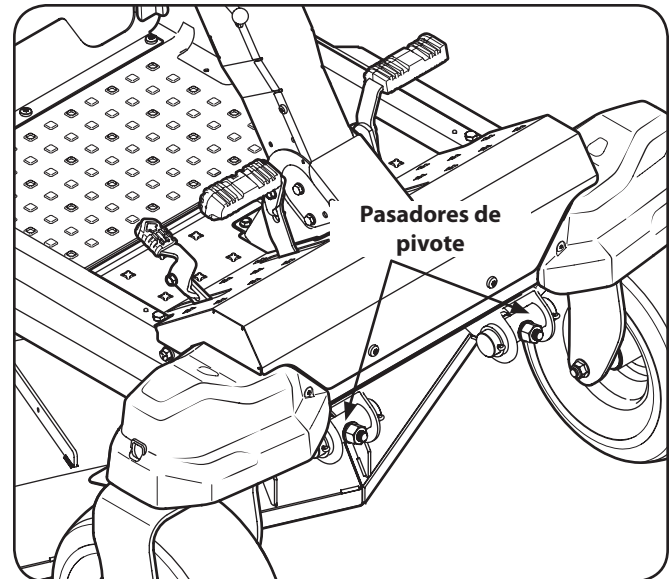

Figura 6-8
5. Con una llave, eleve la parte delantera de la plataforma, para lo que debe aflojar las tuercas de seguridad al frente del pasador de pivote y luego ajuste las contratuercas en la parte posterior de dicho pasador para elevar la parte delantera de la plataforma y sujetarla en su lugar. Vea la Figura 6-8.
6. Con una llave, baje la parte delantera de la plataforma, para lo que debe aflojar las tuercas de seguridad de la parte posterior del pasador de pivote y luego ajuste la contratuercas en el frente de dicho pasador para bajar el frente de la plataforma y sujetarla en su lugar. Vea la Figura 6-8.